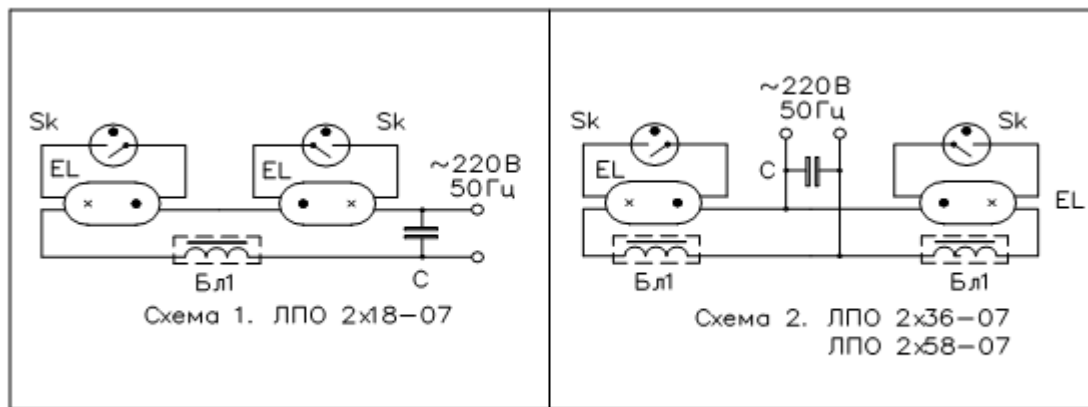

Рис. 1. Принципиальные электрические схемы ЛПО-07
- 5.4. Электрические схемы светильников приведены на рис. 1, а спецификация в Табл.1.